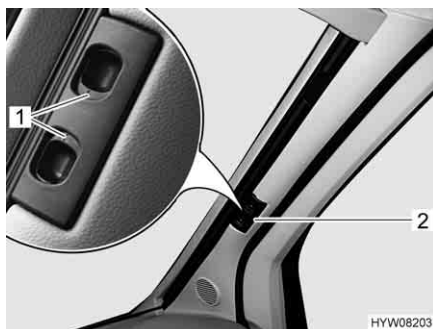

Bild 76 Plisségardin för vindrutan
- Tryck in låshandtagen (Bild 76,1) och håll dem intryckta.
- Håll plisségardinerna för vindrutan i handtaget (Bild 76,2) och dra den mot fönstrets mitt.
- Skjut de två hälfterna av plisségardinerna för vindrutan utåt så långt det går, ta tag i handtaget (Bild 76,2). Dra upp handtaget till samma höjd som lås-spåret.
- Släpp låshandtagen (Bild 76,1) och låt dem haka fast.